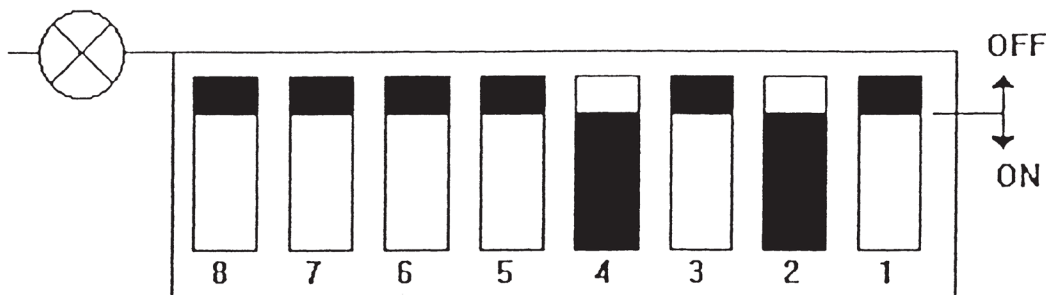

Fig. 13
Passo 4: collegare un milliamperometro fra i terminali 14 (+), 13 della morsettiera per leggere il segnale di posizione valvola (4-20 mA). Posizionare i "dipswitches" sulla carta posizionatore sulla configurazione seguente (Fig. 13).
Step 4: connect a milliamperometer between terminals 14 (+), 13 of the MDU100 terminal block to read the valve feedback signal. Close dipswitches on the positioner card to obtain the following configuration. Fig. 13 of dipswitches.